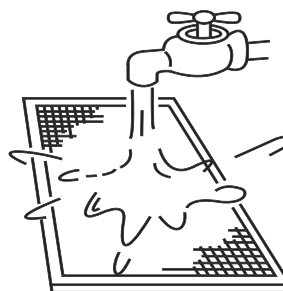

Figure 6-9
- b. Strona wlotu powietrza powinna być skierowana w dół, jeśli używasz czystej wody. (patrz Rys. 6-9).